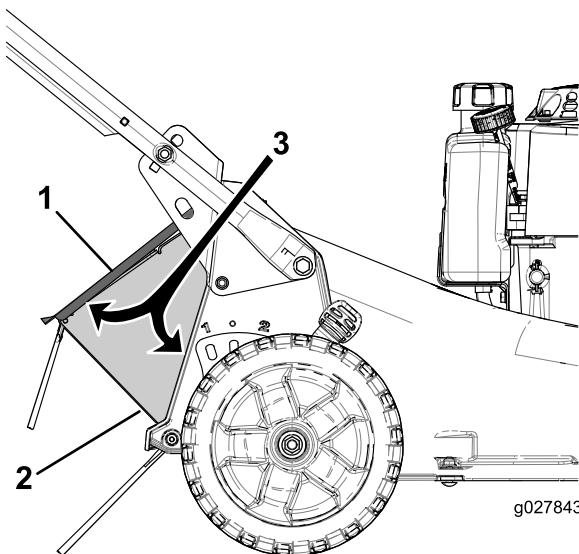

Figura 3
5. Controllate l'installazione per assicurarvi che il deflettore posteriore sia montato correttamente, come illustrato nella Figura 3.